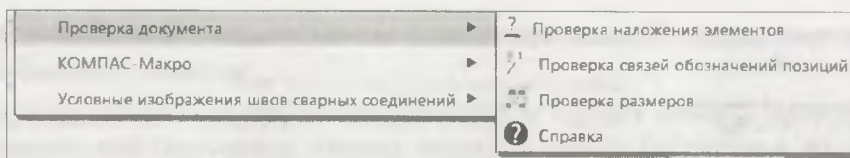

Рис. 30.5. Раскрывающееся меню пункта Приложение ► Проверка документа
- ◆ из Строки Главного меню ► Приложения ► Проверка документа ► список команд для проверки (рис. 30.5):